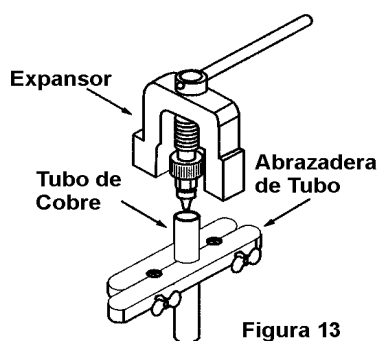

Figura 13
- Expanda el tubo de cobre utilizando un expansor. Ver Figura 13.